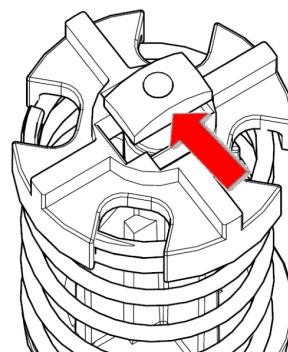

Abb. 5
3. Den Schalthebel auf EIN (angehoben) stellen, um den Motor anzulassen (Abb. 5). Die Pumpe muss starten und sich auf langsamen Leerlauf einpendeln.
2. Den Bypassventilhalter über die Arretierzunge auf dem Bypassventil nach unten drücken. Den Halter nach unten drücken (die Feder zusammendrücken), bis dieser komplett unter der Arretierzunge sitzt (Abb. 5).